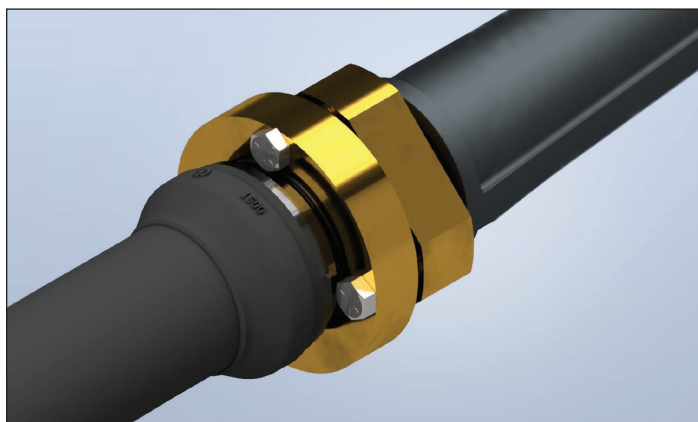

Figure 1-9
10. D'un mouvement rapide, tirez le manchon de protection vers l'avant. Le manchon de protection sera ainsi dégagé sur la gaine extérieure. Remontez l'ensemble de manchon de protection dans la bride arrière et serrez-le à la main (figure 1-9). Une fois le manchon de protection installé, aucune partie en acier inoxydable ne sera exposée.